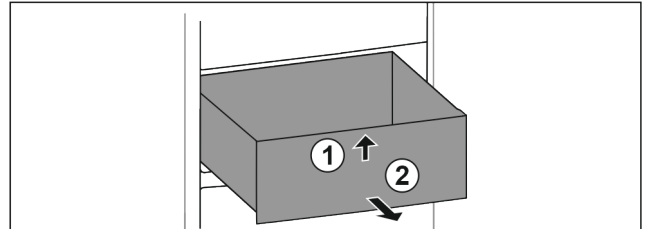

Fig. 138
- ▶ Emelje meg a fiók elejét. Fig. 138 (1)
- ▶ Vegye ki a fiókot előre felé. Fig. 138 (2)